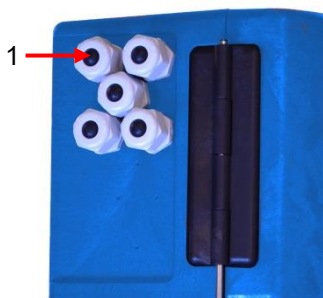

Figura 14
1. Retire os tampões de obturação dos prensa-cabos correspondentes (ver figura 14).